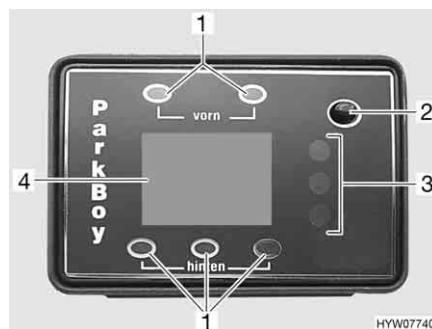

Bild 10 Bedieneinheit Parkdistanzkontrolle
Die Parkdistanzkontrolle dient als Hilfe beim Ein- und Ausparken. Die Abstandsmessung erfolgt durch die Ultraschall-Echolot-Methode. Über die Laufzeit eines reflektierten Ultraschallsignals wird die Entfernung ermittelt. Im Fahrgastraum zeigt eine Bedieneinheit mit Display (Bild 10) den Abstand zum Hindernis an. Gleichzeitig ertönt ein akustisches Signal als Warnmeldung.
- ▶ Beim Einschalten der Zündung führt die Parkdistanzkontrolle selbstständig eine Systemüberprüfung durch. Dabei leuchten alle Leuchtdioden und Segmente (Balken im Display) kurz auf und ein Piep-Signal ertönt. Wenn nach der Systemprüfung die rote LED der Distanzanzeige (Bild 10,3) blinkt und ein sich schnell wiederholender Warnton ertönt, hat das System einen Sensordefekt erkannt. Der defekte Sensor wird über das Display (Bild 10,4) angezeigt.
- Die Taste Ein/Aus (Bild 10,2) drücken.
- Die Parkdistanzkontrolle kann unabhängig von der gewählten Einschaltmethode über die Taste Ein/Aus (Bild 10,2) jederzeit ausgeschaltet werden.
Das Display (Bild 10,4) zeigt den Abstand in Schritten von 5 cm an. Angezeigt wird immer der geringste von einem Sensor gemessene Abstand. Welcher Sensor den Messwert liefert, wird durch das Aufleuchten der entsprechenden Positions-LED (Bild 10,1) angezeigt.
Die drei verschiedenfarbigen Leuchtdioden (Bild 10,3) bilden die zweite Anzeigeart. Der Wechsel der Farben von Grün über Gelb zu Rot signalisiert die Annäherung an ein Hindernis.